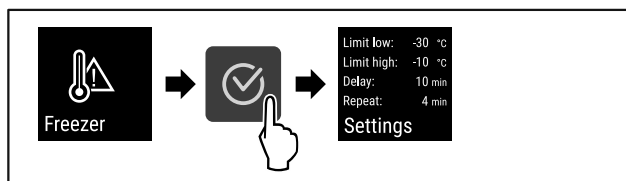

Fig. 107
- ▶ Stappen (zie Fig. 107) uitvoeren.